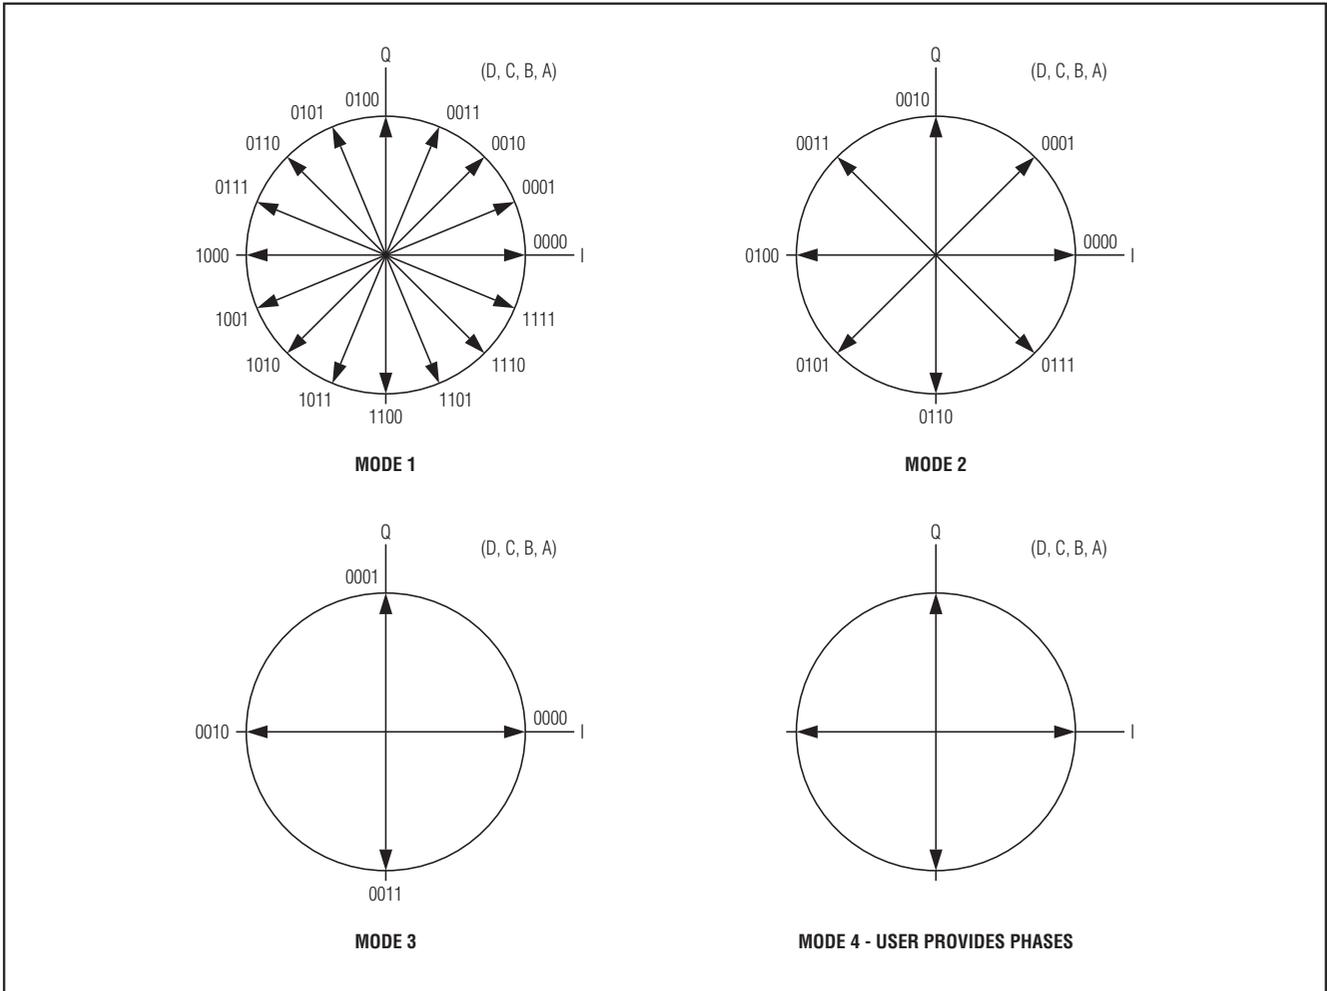

図1. 各モードの位相ベクトル表現
- 7) 図1および2に従って、レジスタを設定してください。IおよびQで測定される電圧が、各モードの位相ベクトル表現になります。